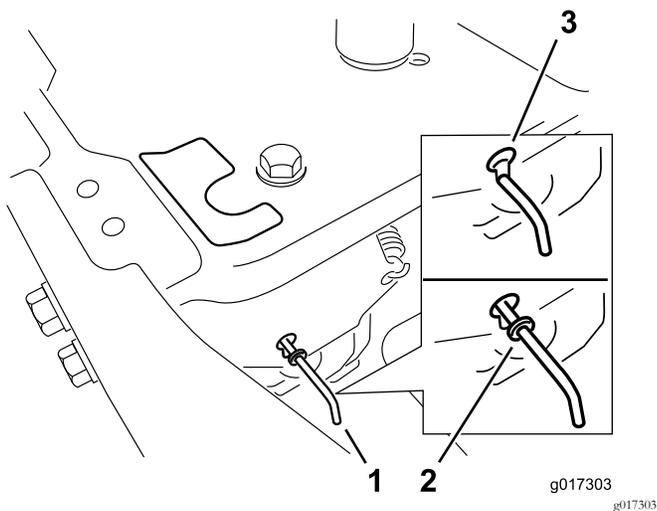

Figure 28
4. Déplacez les leviers de dérivation en avant dans l'encoche en trou de serrure, puis vers le bas pour les verrouiller en position (Figure 28).
Déplacez les leviers de dérivation en arrière dans l'encoche en trou de serrure, puis vers le bas pour les verrouiller en position, comme montré à la Figure 28.